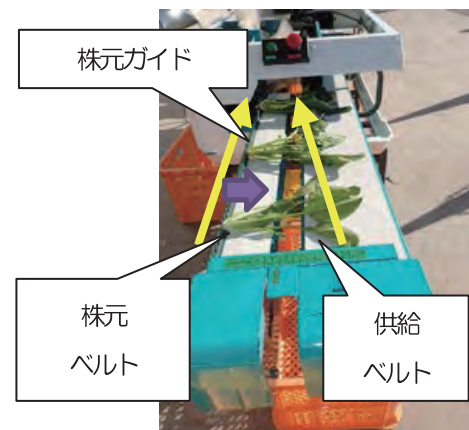

図2 供給部
- 2) 供給部では、供給者がハウレンソウを株元ガイドに合わせて静置する（図2）と、搬送されるに従ってハウレンソウが株元ガイドに軽く押し当てられ、正確な切断位置に供給されます。